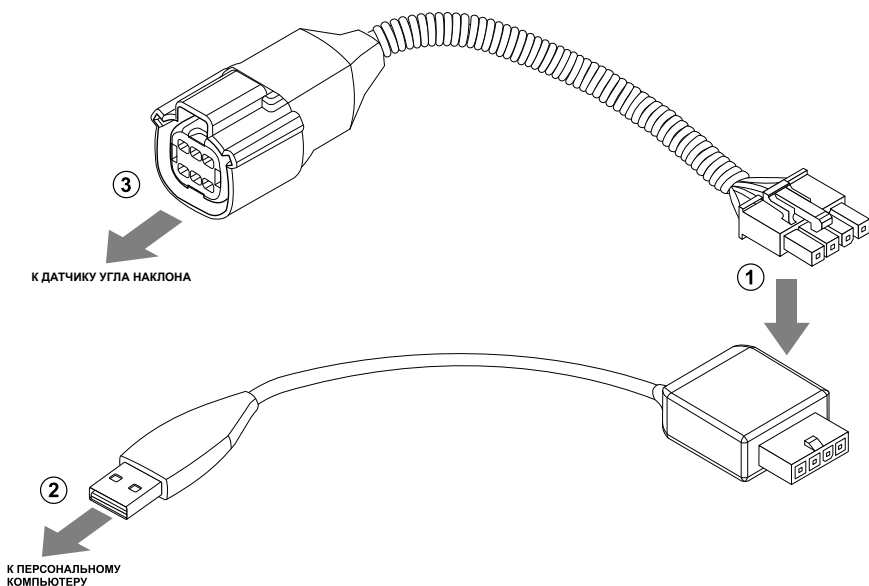

Рис.7. Подключение датчика к ПК.
- подключите четырехконтактный разъем преобразователя TKLS-Prog-485 к четырехконтактному разъему переходного кабеля (Рис.7, п.1). Переходный кабель поставляется в комплекте с преобразователем;
- подключите USB разъем преобразователя к ПК (Рис.7, п.2);
- подключите другой конец переходного кабеля к Разъему 1 датчика угла (Рис.7, п.3);